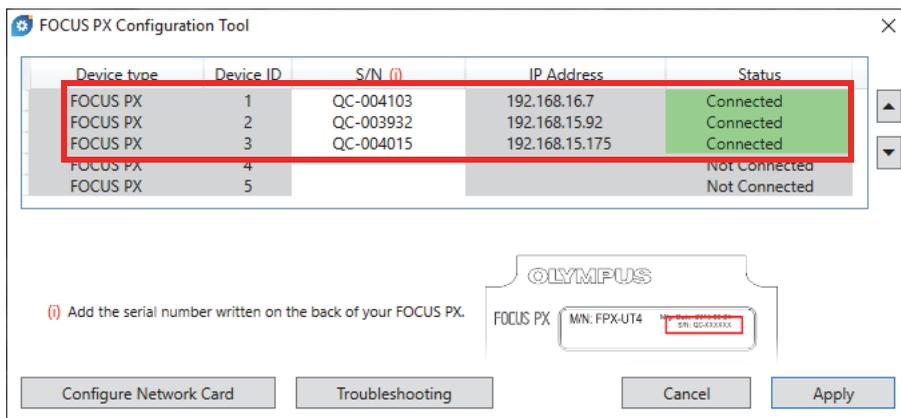

图 1-20 FOCUS PX配置工具（3个设备）
6. 如果使用一个以上的FOCUS PX设备，则在第一个序列号的下面重复输入其他序列号的步骤（参见第38页的图 1-20）。确保设备的顺序与同步连接的顺序一致（参阅第22页的“将FOCUS PX设备与计算机连接并设置连接参数”）。